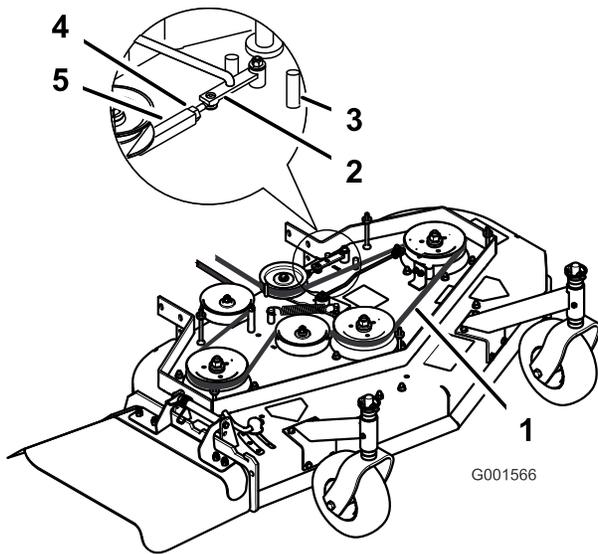

Figure 44
3. Desserrez le contre-écrou sur le tendeur (Figure 44).
- Tournez le tendeur vers l'avant de la tondeuse pour réduire la tension sur la courroie (Figure 44).